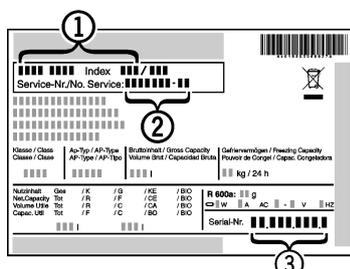

Fig. 12
- ▶ Consultar a identificação do aparelho *Fig. 12 (1)*, nº de serviço *Fig. 12 (2)* e nº de série *Fig. 12 (3)* na placa de características. A placa de características está localizada no interior do aparelho, do lado esquerdo.
- ▶ Informar o serviço de assistência ao cliente e comunicar o tipo de falha, identificação do aparelho *Fig. 12 (1)*, nº de serviço *Fig. 12 (2)* e nº de série *Fig. 12 (3)*.